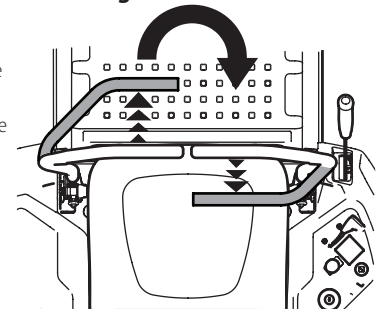

Figure 33
- Pour tourner à droite, poussez la barre de conduite gauche vers l'avant et tirez la barre de conduite droite vers l'arrière. Voir Figure 33.